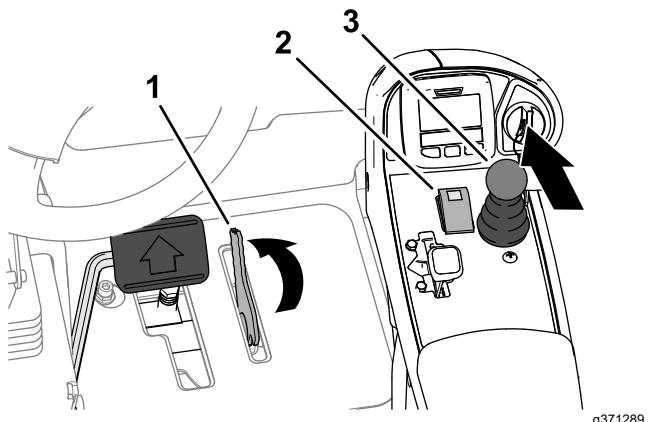

Figure 112
- Tournez le levier du limiteur de vitesse de tonte-déplacement à la position TONTE (Figure 112).